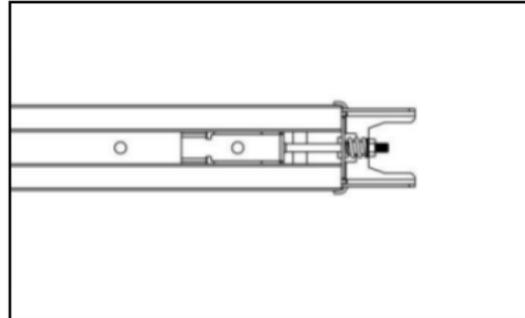

Abbildung 10
4. Ziehen Sie die Mutter in der richtigen Position an, wie in Abb. 10 gezeigt, schneiden Sie das Kunststoffband ab, schneiden Sie das Kunststoffgewinde auf dem Ritzel ab, dann ist die gesamte Schiene fertig montiert.